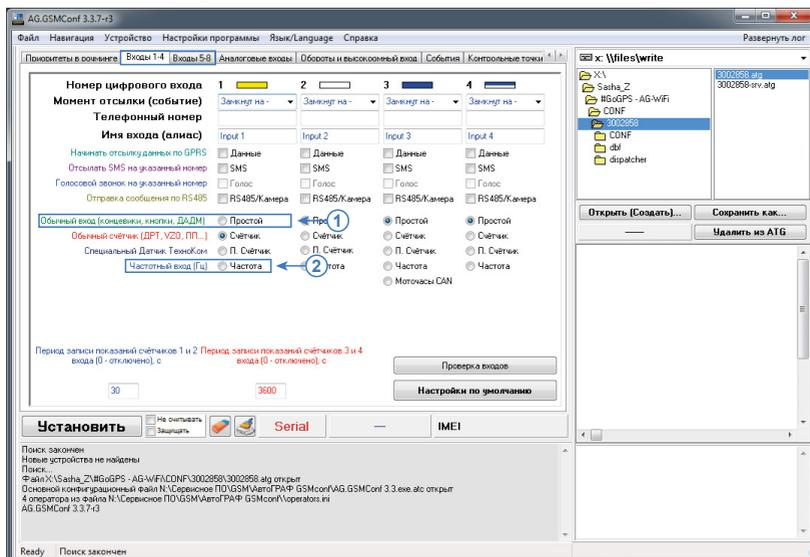

Рис.34. Пример настройки входа 1 контроллера «АвтоГРАФ» для подключения датчика «ТКАМ».
- если выход датчика настроен в один из дискретных режимов – Гистерезис 1 или 2, Ковш, Отвал, Температура или Вибрация, то настроить режим «Простой» для входа контроллера, к которому подключен выход датчика (Рис.34, п.1);
- если выход датчика настроен в частотный режим (только Выход 2), то выбрать режим «Частота» для цифрового входа контроллера, к которому подключен частотный выход датчика (Рис.34, п.2);